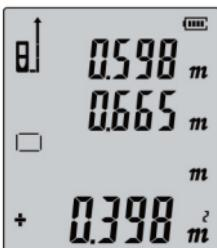

Рис. 2
- Затем нажмите кнопку **+** и измерьте вторую площадь, как показано на Рис. 2. Слева внизу на экране появится значок «+».